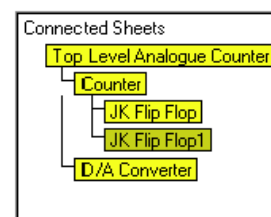

Рис. 11. Проверка иерархических связей для двух блоков.
14. Выполним команду меню View | Select Sheet. Откроется диалоговое окно Select Sheet (рис. 11), из которого следует, что схема Counter теперь имеет два подчиненных листа. Закроем окно.